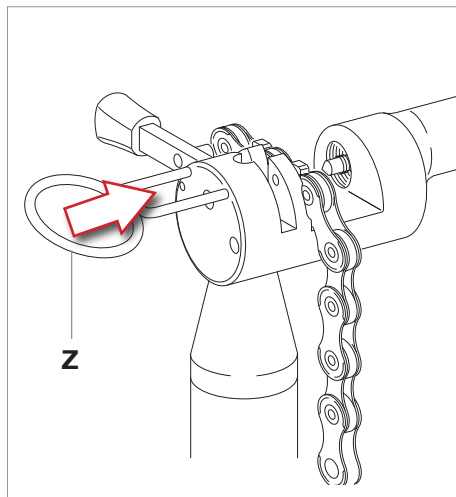

Abb.4
- Das Kettenglied mit der speziellen Sperrvorrichtung (Z) (Abb. 4) blockieren;